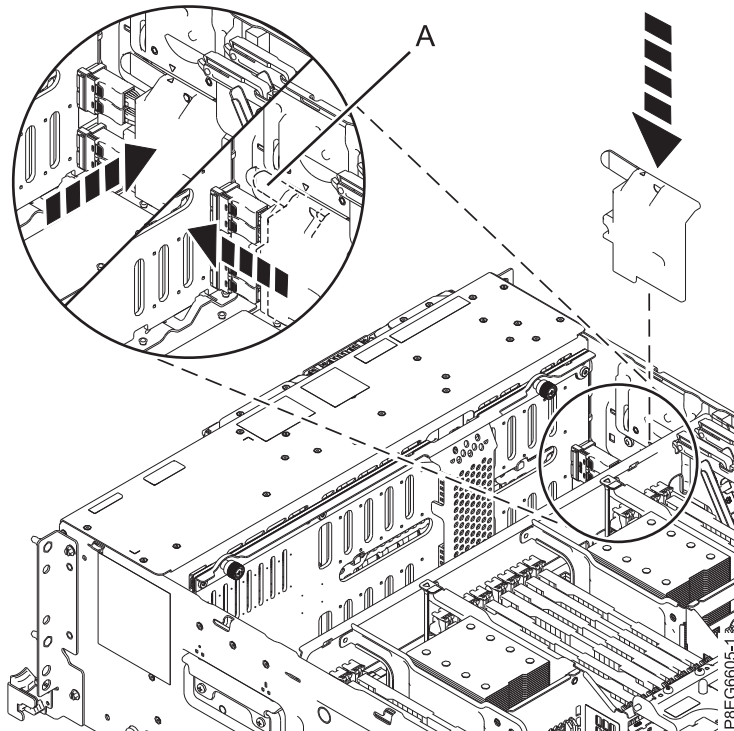

Abbildung 11. Abdeckung des SAS-Kabels austauschen
10. Tauschen Sie die Abdeckung des SAS-Kabels aus. Richten Sie die Aussparungen in der Abdeckung an den Stiften an der Seite des Gehäuses aus. Drücken Sie die Abdeckung so lange in Richtung der Vorderseite des Systems, bis der Griff **(A)** einrastet. Bei der Installation der Abdeckung wird das Dreiecksymbol an der Abdeckung des SAS-Kabels am Dreiecksymbol an der Seite des Gehäuses ausgerichtet. Siehe Abb. 11 auf Seite 12.